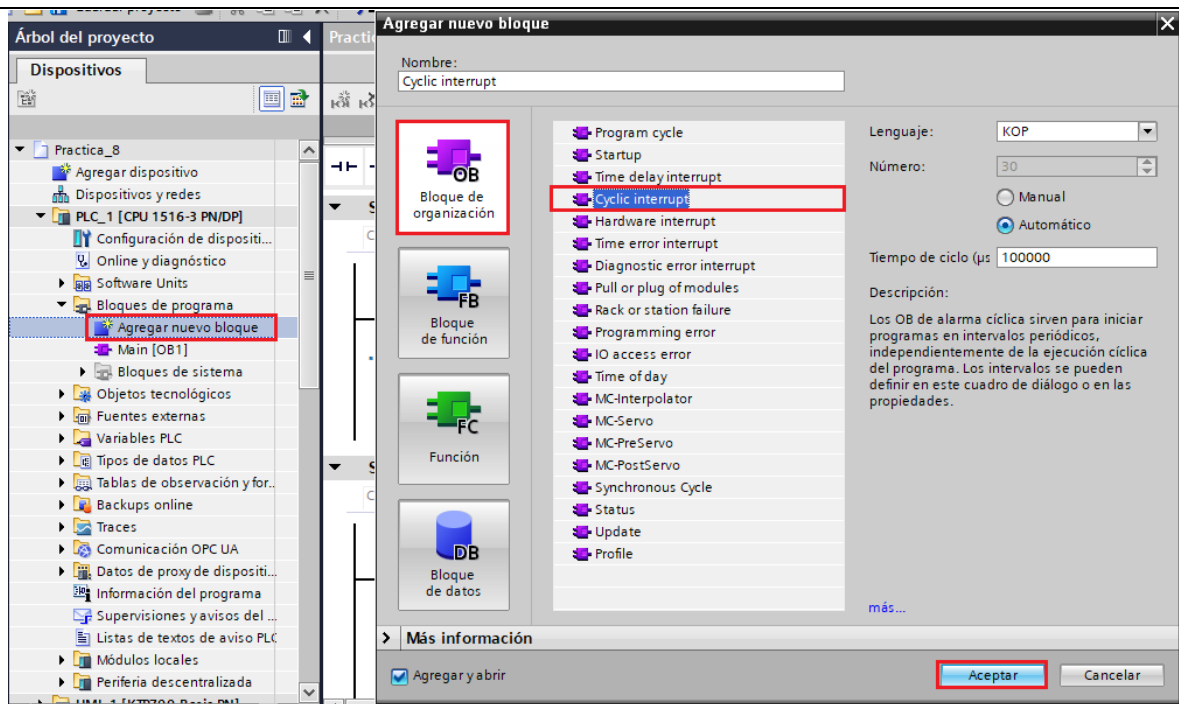

Figura 36. Agregar bloque Cyclic interrupt.
- Para ello se debe hacer clic en “**Agregar nuevo bloque**” luego hacer clic en “**Bloque de organización**” / “**Cyclic interrupt**”, seguidamente hacer clic en “**Aceptar**” (ver Figura 36).